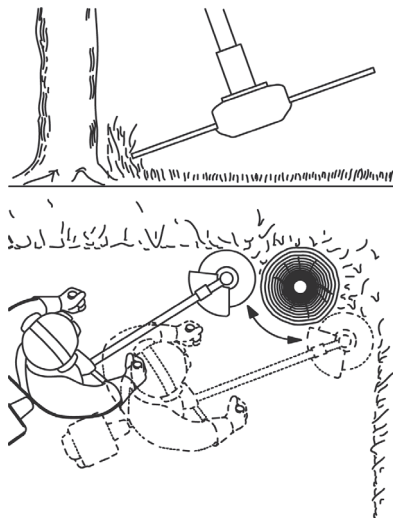

Рисунок 15. Схема скошування трави навколо дерев.
3. Під час скошування навколо дерев пересувати виріб дуже повільно і вкрай обережно, щоб жилка не торкалася стовбура дерева і не пошкодила кору. Кожне дерево обходити зліва направо по колу (рис. 15).